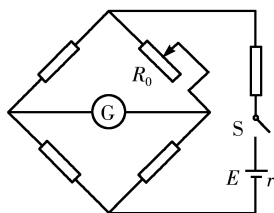
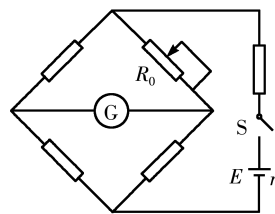

图6 情景二的“二线接”法
图7 情景二的“三线接”法
**情景二:**举一个大学阶段可能会出现的例子,惠斯登电桥可以用来测电阻、描绘等势面等,为提高电桥的最大灵敏度,通常选量程比较小的灵敏电流计,在图6中,如果滑动变阻器 $R_0$ 的滑片处出现断路,灵敏电流计中突然出现大电流,极易烧表,这种情形在图7中就可以避免.